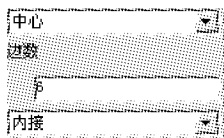

图 2-1-8 “多边形”立即菜单
③ 单击曲线生成栏中的“多边形”图标,或者执行【造型】|【曲线生成】|【多边形】命令。
④ 在立即菜单中选择【中心】、【内接】,在【边数】中输入“6”,如图 2-1-8 所示。